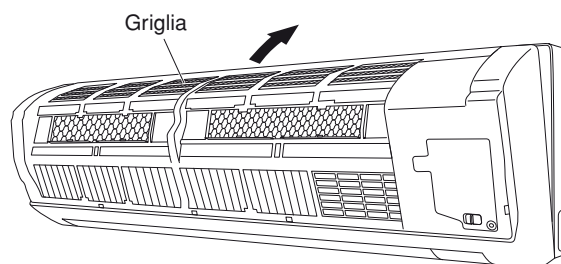
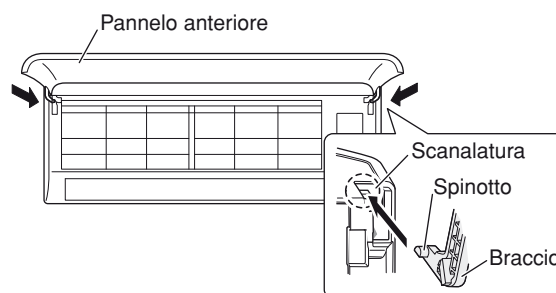

Fig. 18b-2
Fig. 18c-2
- (1) Nell'installare la griglia, per prima cosa inserirne la parte inferiore nella griglia. (Fig. 18b-2). Inserire poi le linguette della sommità della griglia e sulla faccia anteriore nel telaio.
- (2) Controllare che la griglia ed il telaio siano bene fissati l'una all'altro con le linguette.
- (3) Premere la griglia fermamente con la mano per assicurarsi che non vi siano intervalli fra la griglia stessa ed il telaio.
- (4) Stringere le 3 viti e chiudere le coperture delle viti.
- (5) Tenere le sezioni vicini ai bracci del pannello anteriore su ambedue i lati, tenere il pannello anteriore in modo che sia più o meno orizzontale, portare gli alberi dei bracci in contatto con la sommità delle scanalature sui lati destro e sinistro del condizionatore d'aria e quindi spingere con forza fino a che gli alberi dei bracci fanno clic e si bloccano in posizione. (Fig. 18c-2)